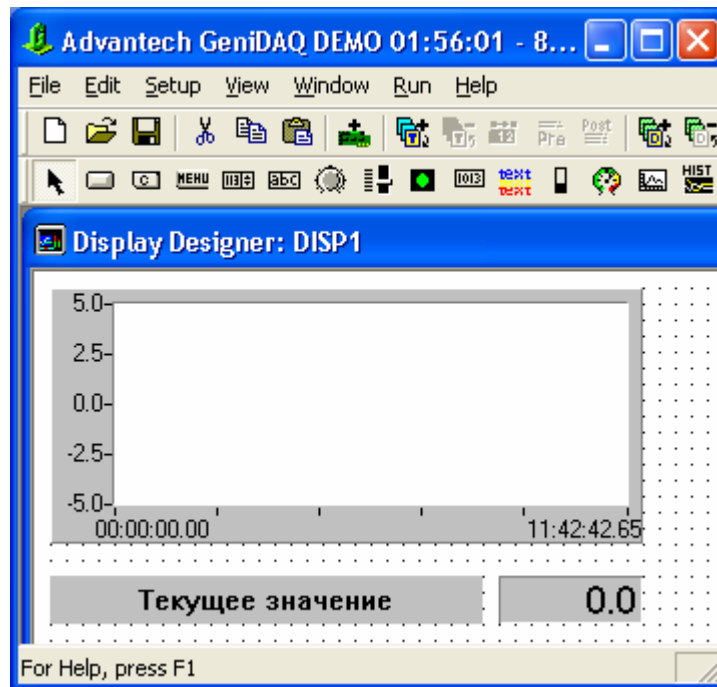
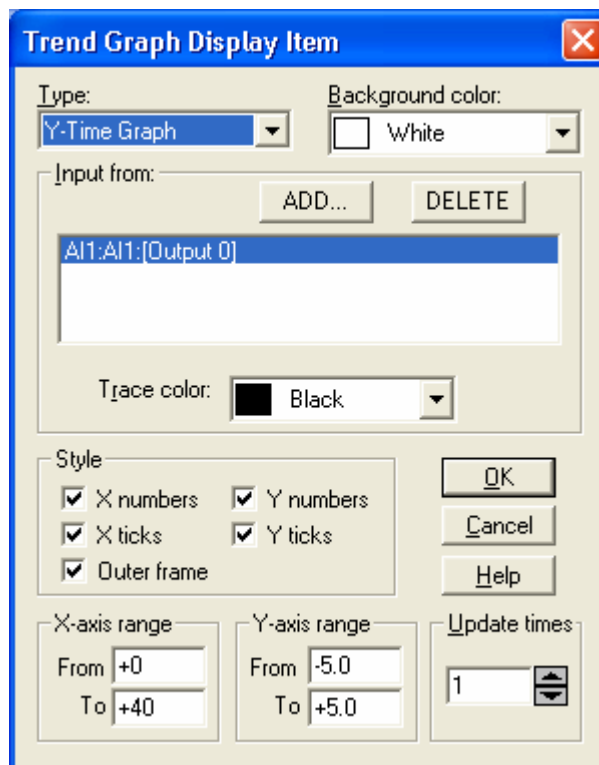

Рис. 4.123. Окно отображения
Рис. 4.124. Конфигурирование графика времени
3. *Третье действие.* Активизируйте окно редактора форм отображения. Добавьте в это окно элементы отображения график времени, цифровой индикатор и текстовую строку (рис. 4.123). Сконфигурируйте *график времени* и *цифровой индикатор* в соответствии с рис. 4.124 и 4.125.